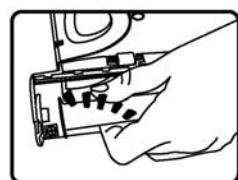

Fig. 14
- Separé el cepillo del cojinete y deslícelo por debajo de la correa para removerlo. (Fig. 14).
- Inserte el cepillo nuevo colocando primero el extremo opuesto al de la correa en el cojinete. (Fig. 14).